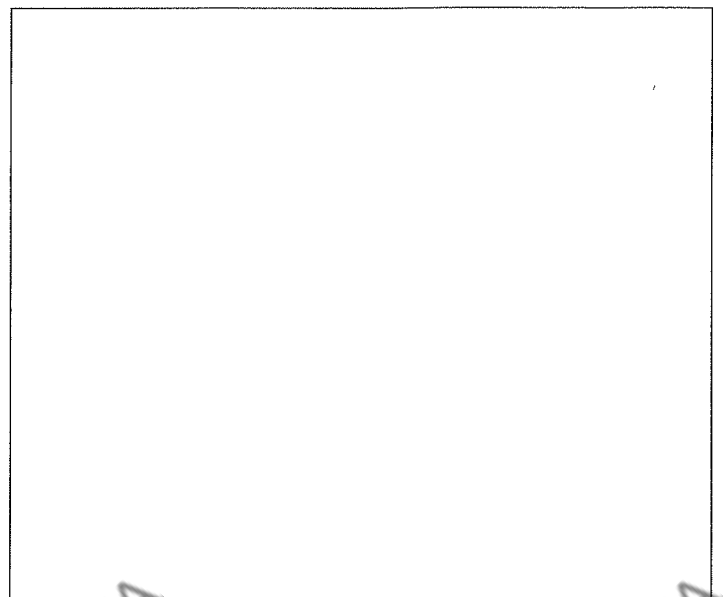
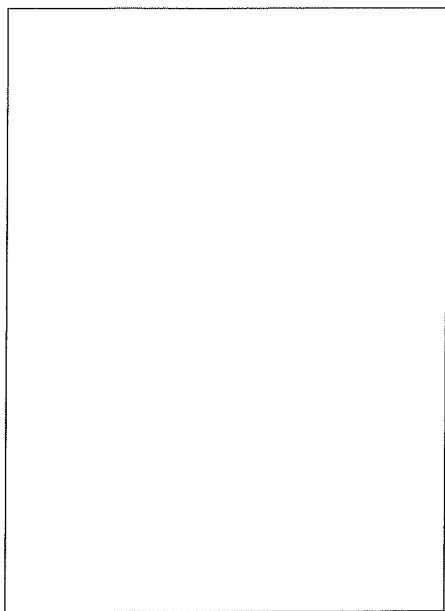

Рис. 38. Снятие шкива.
Рис. 39.
3. Ослабьте винты (TE M8x16) пластины блокировки штифта на свободной стойке, как показано на Рис. 38, вытяните штифт шкива и снимите шкив с его посадочного места (Рис. 39).